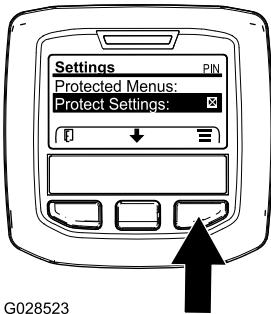

Figura 26
1. Dal MAIN MENU (MENU PRINCIPALE), premete il pulsante centrale per scorrere fino al MENU SETTINGS (IMPOSTAZIONI), poi premete il pulsante destro (Figura 26).